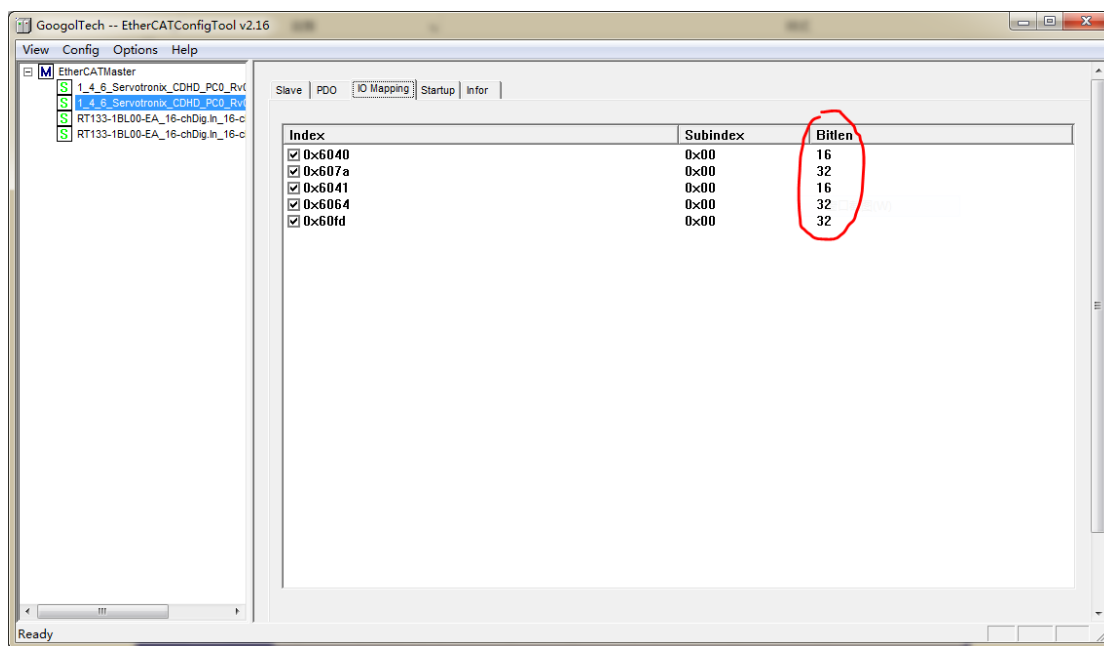

图 5-2 GTHD 默认配置之 PDO 信息
- (1) 如图 5-2 所示连接 4 个 EtherCAT 从站，其中 Slave0 和 Slave1 是 GTHD 伺服从站，Slave2 和 Slave3 是 IO 从站。各从站的 PDO 信息可在【IO Mapping】项目中查看。